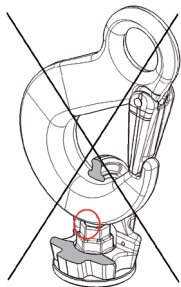

Bild 3
- Der Gewindebolzen darf nicht höher als die Mutter sein. Das eingehängte Anschlagmittel (z. B. Haken) muss im Ring frei beweglich sein (siehe Bild 3)